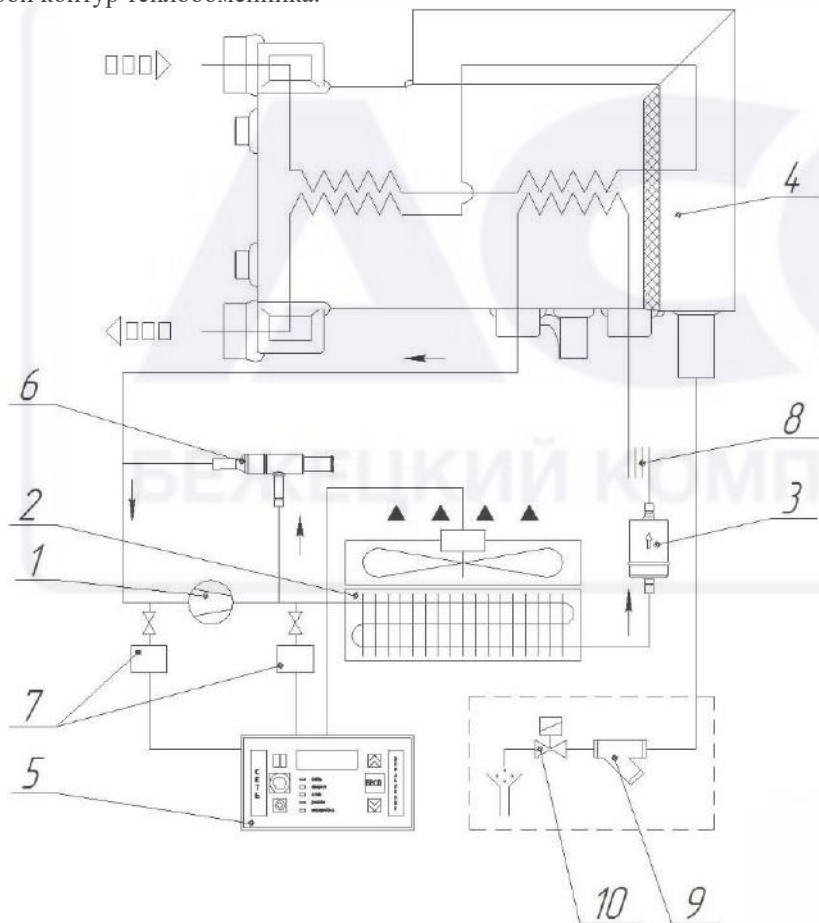

Рисунок 3 – Холодильный контур
4.1 Осушитель рис. 3 представляет собой конструкцию алюминиевого теплообменника, размещенного в блоке осушения 4. В первом контуре теплообменника из сжатого воздуха удаляется вода путем его охлаждения до температуры приблизительно +3⁰С и удаления образующегося при этом конденсата. С целью предотвращения образования конденсата на наружной поверхности трубопроводов системы циркуляции, обрабатываемый сжатый воздух перед выходом его из осушителя подвергается предварительному подогреву. Для этого он прогоняется через второй контур теплообменника.
4.1.1 Компрессор 1 (рис. 3) является активным элементом осушителя и обеспечивает циркуляцию хладагента по холодильному контуру за счет сжатия паров хладагента от давления кипения до давления конденсации.
4.1.3 Устройство слива конденсата предназначено для удаления конденсата образующегося при охлаждении сжатого воздуха в блоке осушки. Устройство состоит из электромагнитного клапана 10 (рис.3) и сантехнического фильтра 9 (рис 3). Сигнал на управление электромагнитным клапаном подается блоком автоматического управления 5.
4.1.4 Регулятор производительности 6 (рис. 3) перепускает часть горячего газа (из количества нагнетаемого газа компрессором) в трубку полости между испарителем и всасыванием компрессора, поддерживая постоянное значение температуры/давления кипения фреона около $+2\text{ }^{\circ}C$. Такое перепускание газа полностью исключает образование льда внутри испарителя в полости сжатого воздуха при любых нагрузках.
4.1.7 Фильтр-осушитель 3 (рис. 3) размещается перед капиллярной трубкой, задерживает все технические загрязнения и пары влаги, исключая их циркуляцию и вступление в химические реакции